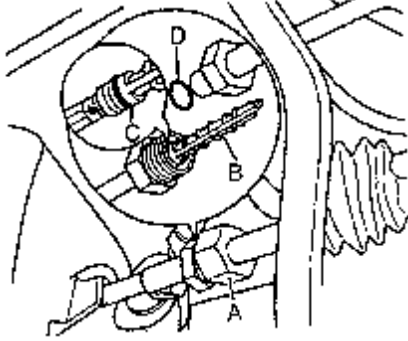

图 13-69 拆卸节流阀
(1) 拆卸
①制冷剂循环用 V.A.G1885 抽吸。
②如图 13-69 所示，旋松 A 螺纹，拧紧力矩 $15\text{N} \cdot \text{m}$ 。